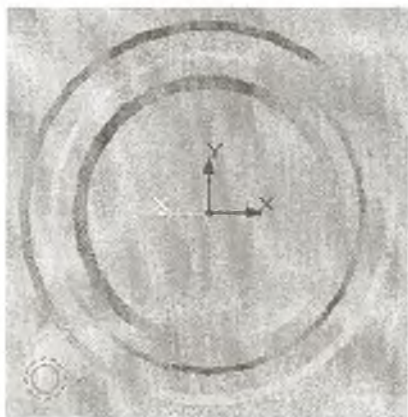

Рис. 23. Эскиз 7
13) В меню **Операций** воспользуйтесь командой **"Спроецировать объект"** для создания проекции окружности, построенной в предыдущем эскизе (рис.23). Нажмите кнопку **"Стоп"**. По аналогии с пунктом VI.10 измените стиль прямой на **"утолщенную"**.
15) Нажмите кнопку **"Ввод окружности"** на **Панели инструментов**. Укажите значение радиуса 2. В качестве центра окружности укажите центр спроецированной окружности (рис. 23). Нажмите **"Стоп"** на **Панели инструментов**.